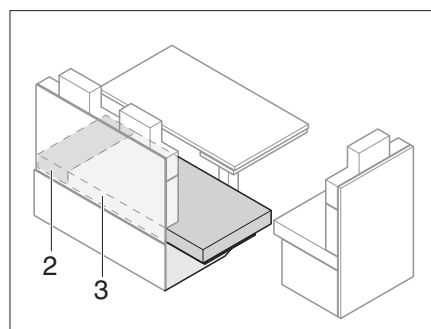

Fig. 142 Après l'agrandissement
- Tirer le coussin d'assise (Fig. 142,3) sur la rallonge de la banquette.
- Placer les coussins supplémentaires (Fig. 142,2) entre les coussins d'assise (Fig. 142,3) et la paroi extérieure.
- Retirer le coussin supplémentaire (Fig. 142,2).
- Tirer le coussin d'assise (Fig. 142,3) sur la banquette.